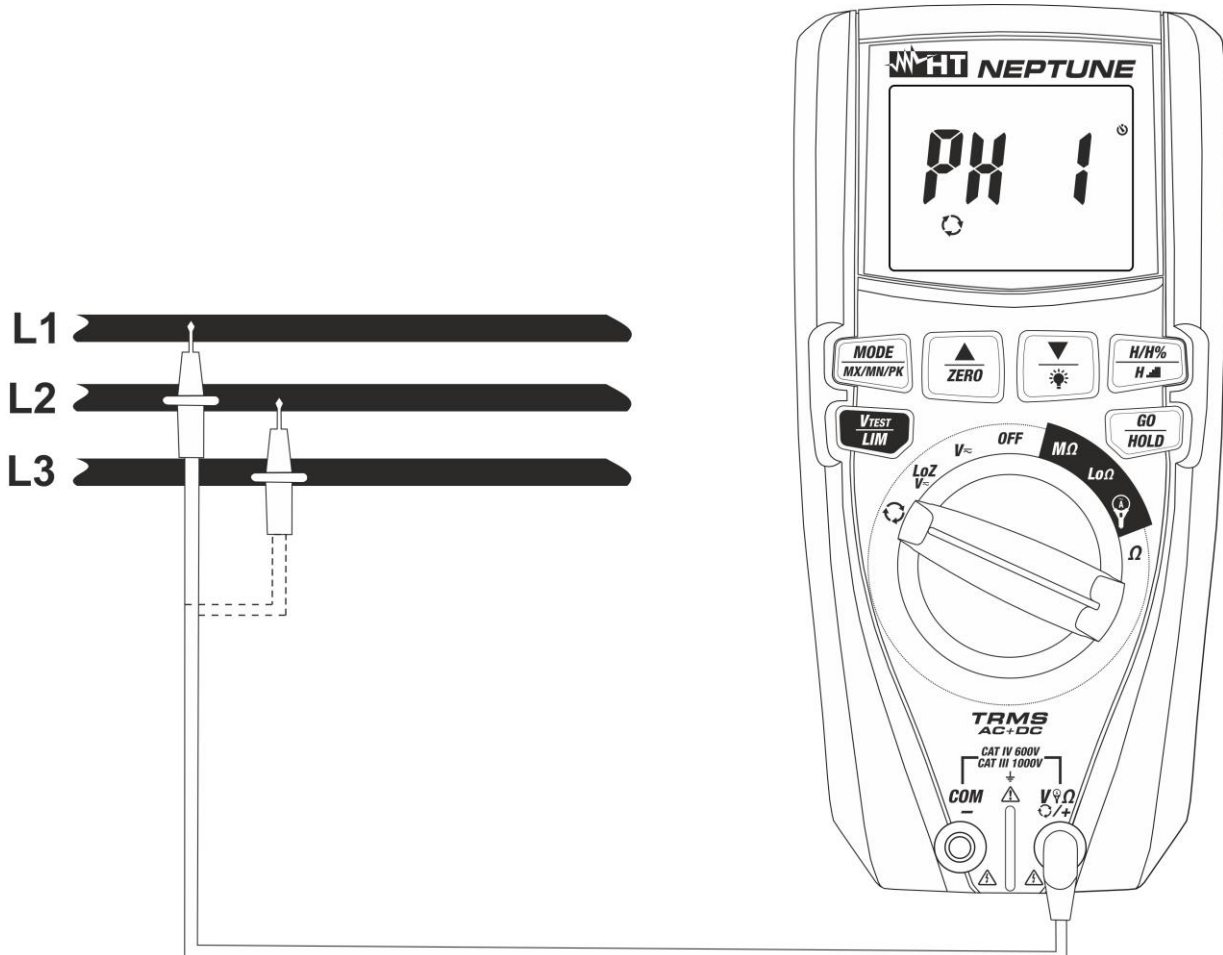
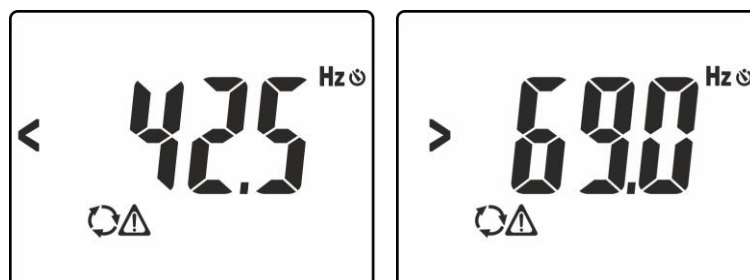
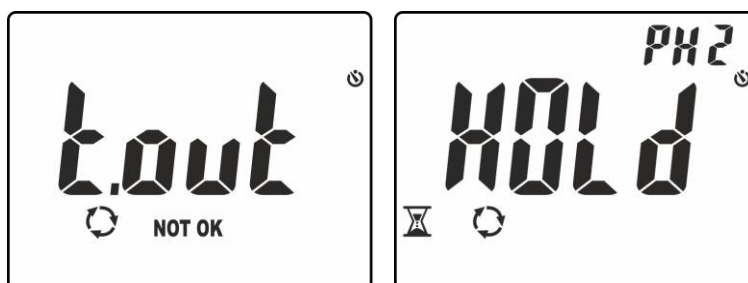

Fig. 10: Uso del instrumento para prueba de sentido cíclico y concordancia de las fases
Fig. 11: Señalización de tensión con frecuencia errónea
Fig. 13: Reconocimiento fase L1 y espera para fase L2
3. Posicione la punta roja sobre la fase **L1** del sistema trifásico en examen (ver la Fig. 10). Los siguientes mensajes pueden ser mostrados en pantalla (ver la Fig. 11) identificando la presencia de una señal de tensión con frecuencia externa al intervalo **42.5Hz ÷ 69Hz**. En tales condiciones el instrumento no realiza la prueba
6. Posicione la punta roja sobre la fase **L2** del sistema trifásico en examen (vea la Fig. 10). En el caso en el que el paso entre la fase L1 y la fase L2 ocurra en un tiempo superior a **10s** el instrumento muestra el mensaje “**t.out**” en pantalla (ver la Fig. 13 – parte izquierda) En condiciones correctas de tensión y frecuencia, el instrumento muestra el mensaje “**HOLD**”, los símbolos  y “**PH2**” y emite un sonido continuo en espera del reconocimiento de un valor estable de tensión sobre la fase L2 (ver la Fig. 13 – parte derecha)